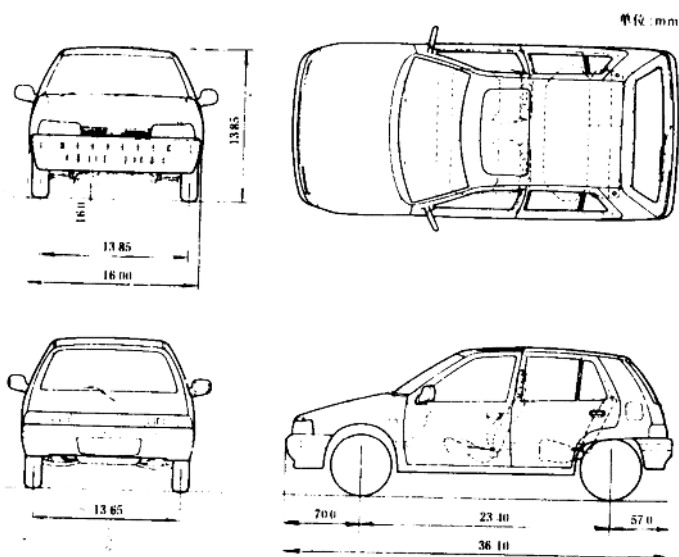

图 1-1 夏利 TJ7100 型车辆外型尺寸
(1) 车辆外形尺寸, 见图 1-1。
(2) 整车技术参数
外型尺寸:见图 1-1